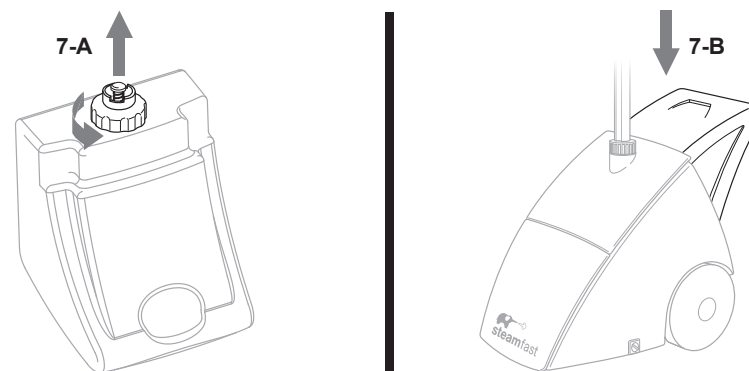

FIGURE 7
2. Tenez la cuve d'eau à l'envers; dévissez et enlevez le bouchon en le tournant dans le sens contraire des aiguilles d'une montre (FIGURE 7-A).
5. Remplacez la cuve d'eau dans l'appareil principal (FIGURE 7-B). Le son de l'eau passant de la cuve d'eau au réservoir d'eau devrait être audible pendant une courte période.